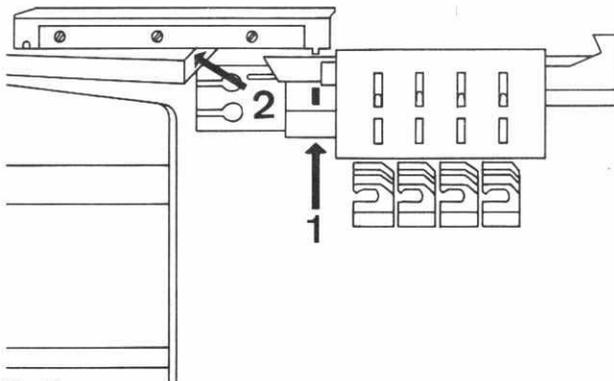

Fig. 12
- b) Die Bettverlängerung in den Butzen der Kurvenstange einhängen, Fig. 12/1 und zwischen Unterseite Nadelbett und Rändelmuttern schieben, wobei das Zwischenstück der Hauptschiene-Bettverlängerung in die entsprechende Ausnehmung der Hauptschiene hinten eingeführt wird, Fig. 12/2. Rändelmutter fest anziehen (evtl. mit Schraubenzieher), der grosse Bund muss auf dem Blech aufliegen.